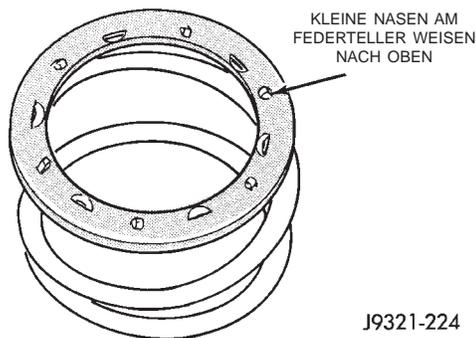

Abb. 135 Richtige Einbaurichtung des Federtellers
(6) Federteller auf die Kolbenfeder setzen (Abb. 135). **Auf die richtige Einbaurichtung des**